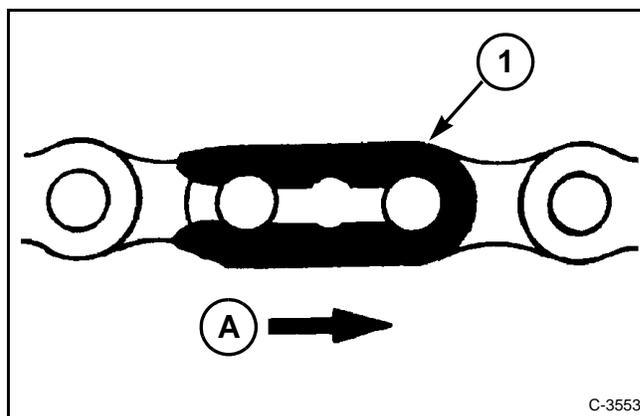

FIG. 1
FIG. 1: Los conectores de pinza de resorte (1) se deben instalar siempre con el extremo abierto en sentido contrario a la dirección del desplazamiento (A). Al instalar la pinza de resorte en este sentido se evita la pérdida de la pinza mientras el enfardador está operando.